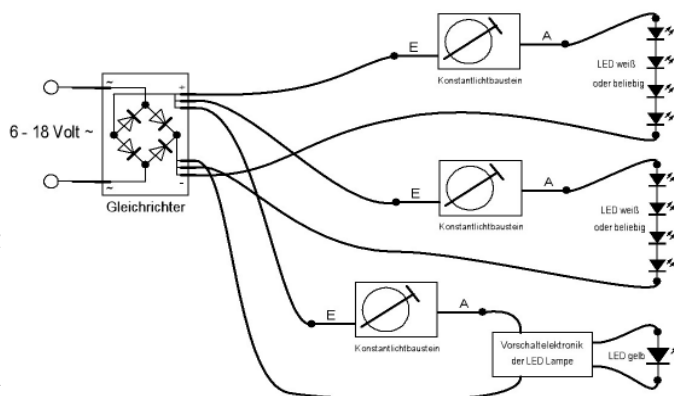

Bild 4: Anschlussplan mit Gleichrichter für Konstantlicht DC, 7201
13. Richtig interessant wird es in Bild 4. Der Minibaustein 7201 macht in Verbindung mit unseren Gleichrichtern, Art-Nr. 7210 und 7211 erst so richtig Sinn. Bei der zunehmenden Zahl und den Möglichkeiten, die LEDs bei der Beleuchtung bieten, werden diese eine normale Glühlampe mehr und mehr ablösen. Während Glühlampen mit jedem Strom betrieben werden dürfen, kann eine LED nur mit Gleichstrom betrieben werden. Zwar ist eine LED selbst schon eine Diode, aufgrund ihrer niedrigen Sperrspannung darf und sollte diese nicht ohne Schutzdiode und natürlich dem obligatorischen Vorwiderstand betrieben werden. Es macht wenig Sinn, jeder LED ihren eigenen Gleichrichter vorzuschalten, ebenso wenig eine einfache Schutzdiode zu verwenden. Bei der Schutzdiode wird nur die positive Halbwelle der Trafospaltung, die mit ca. 50 Hertz arbeitet durchgeschaltet. Das bedeutet, die LED geht in der Sekunde 25 mal an und wieder aus. Der Lichtschein der dadurch entsteht ist nicht sehr schön und für die Augen unangenehm (ähnlich dem Bildschirmflackern früher bei PC's). Bei extrem vielen LEDs kann der Trafo zudem einseitig belastet werden.
15. In Bild 4 haben wir nun unseren kleinen Gleichrichter mit den mehrfachen Lötanschlüssen dargestellt und mehrere Konstantlichtbausteine nachgeschaltet. So soll aufgezeigt werden, wie sich mit den drei Komponenten Gleichrichter, Konstantlichtbaustein und LEDs eine komplexe Beleuchtung durch alle oben beschriebenen Schaltungsvarianten aufbauen lässt. Der Vorteil der gleichgerichteten Spannung und der immer einstellbaren Helligkeit der LEDs sei inbegriffen! Schön auch in Bild 4 zu sehen, wie eine vorhandene LED Lampe aus dem Z-Programm anderer Hersteller über unseren Konstantlichtbaustein in unser System eingebunden werden kann. Dabei kann dessen Vorschaltel Elektronik, die nur aus Dioden und einem Vorwiderstand besteht entfallen. Da aber ein Lötanschluss des zarten Anschlussfährchens überaus schwierig ist, belässt man dessen kleine Platine zum einfachen Anschluss bestehen und schaltet zur bequemeren Helligkeitsregelung unseren Baustein 7201 davor. Nun noch den Gleichrichter 7210 oder 7211 auf keine Fall vergessen und schon entsteht ein Lichtsystem, das qualitativ hochwertig sowie betriebssicher ist und auf eigene Wünsche exakt eingestellt werden kann.